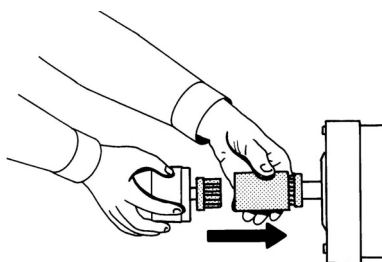

Рисунок 3.8 Пример муфты: DRYFLEX от Maag Pump Systems AG
- Монтируйте эластичные муфты, компенсирующие небольшие ошибки соосности и требующие минимального технического обслуживания, например: DRYFLEX от Maag Pump Systems AG (рисунок 3.8).